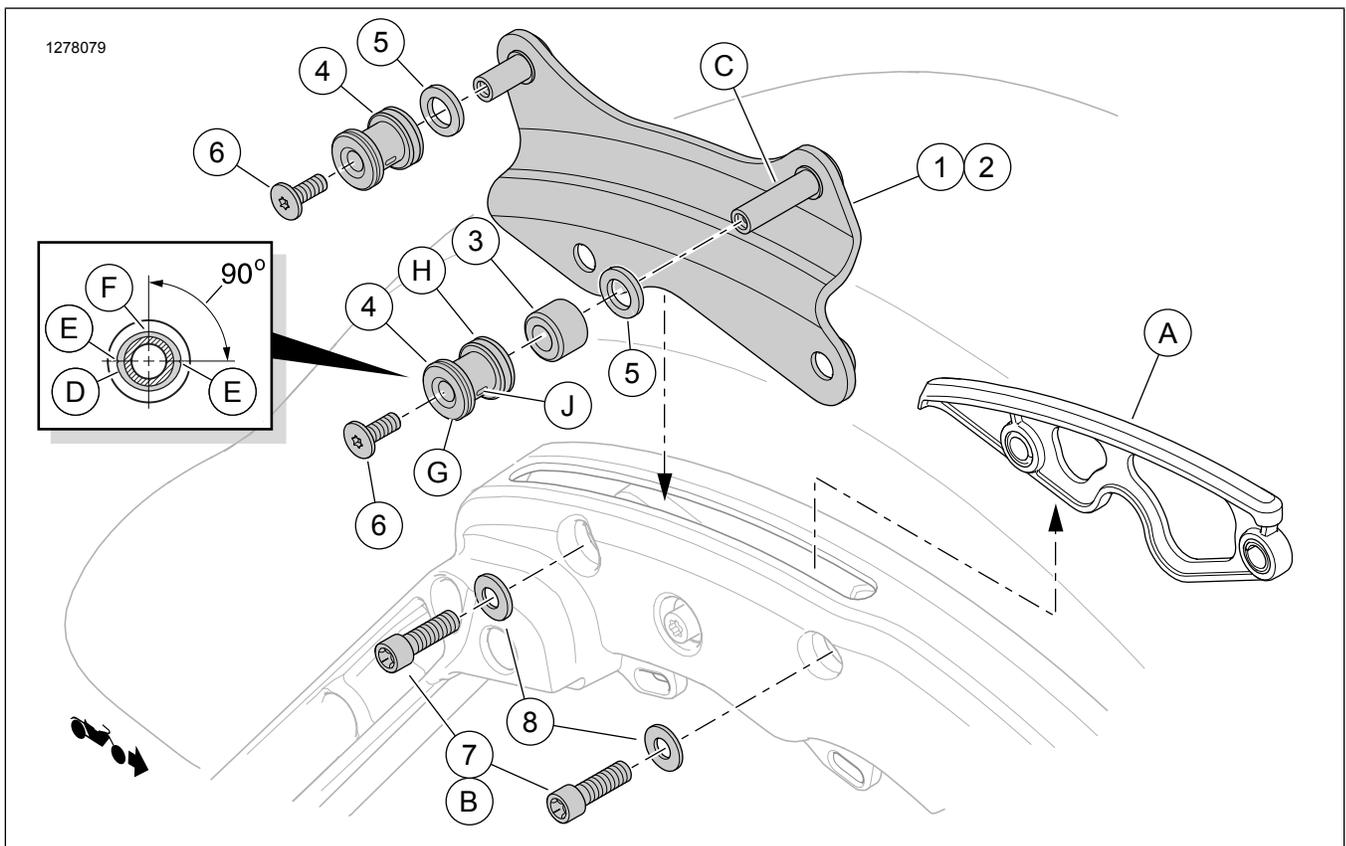
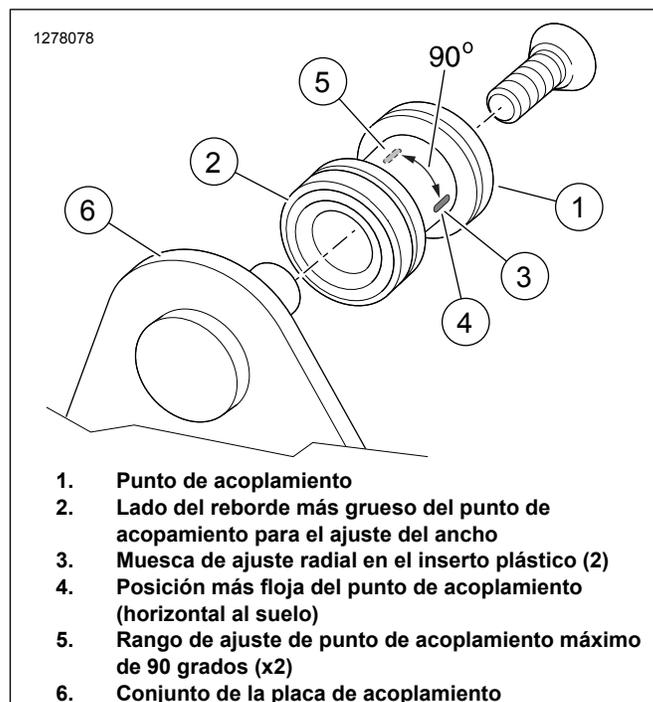

Figura 1. Contenido del kit: Kit regulable de elementos de sujeción de acoplamiento desmontable de cuatro puntos
Figura 2. Instalación del punto de acoplamiento
3. Vea Figura 1 . Retire dos tornillos (B) del soporte de la alforja a cada lado.
4. Levante los insertos de la cubierta de la ranura (A) de sus ubicaciones.
Vea Figura 1 . No instale los espaciadores de ajuste del ancho (5) en este momento.
- a. Instale el espaciador (3) sobre el pasador más largo (C) de cada placa de acoplamiento.
- b. Primero, deslice un punto de acoplamiento (4), el reborde **más grueso** , sobre cada pasador de la placa de acoplamiento.
- c. Instale los tornillos (6) en los pasadores de la placa de acoplamiento.
- d. Vea Figura 2 . Gire cada punto de acoplamiento para ubicar horizontalmente las muescas (4).
Vea Figura 2 .
- b. Ve a Figura 1 . Extraiga el tornillo (6) y el punto de acoplamiento (4) de los cuatro pasadores de la placa de acoplamiento.
- d. Aplique 2 o 3 gotas del fijatornillos a las roscas de cada uno de los tornillos (6). Instale los tornillos.
- e. Ve a Figura 2 . Gire cada punto de acoplamiento para ubicar horizontalmente las muescas (4). Ajuste los tornillos hasta que queden ajustados.
- a. Ve a Figura 1 . Extraiga todos los componentes de los cuatro pasadores de la placa de acoplamiento.
- b. Instale los espaciadores de ajuste del ancho (5) en cada punto de acoplamiento.
- c. Instale el espaciador (3) sobre el pasador más largo (C) de cada placa de acoplamiento.
- e. Aplique 2 o 3 gotas del fijatornillos a las roscas de cada uno de los tornillos (6). Instale los tornillos.
- f. Ve a Figura 2 . Gire cada punto de acoplamiento para ubicar horizontalmente las muescas (4). Ajuste los tornillos hasta que queden ajustados.
- a. Afloje los tornillos (6).
- b. Ve a Figura 2 . Gire los puntos de acoplamiento (1) para alejarlos ligeramente de la posición horizontal (4).
d. Continúe girando ligeramente hacia la posición vertical (5) alejándose de la posición horizontal (4) hasta que quede bien ajustado en cada ubicación.
5. Ve a Figura 1 . Asegure los tornillos de los pasadores de la placa de acoplamiento (6). Ajuste.